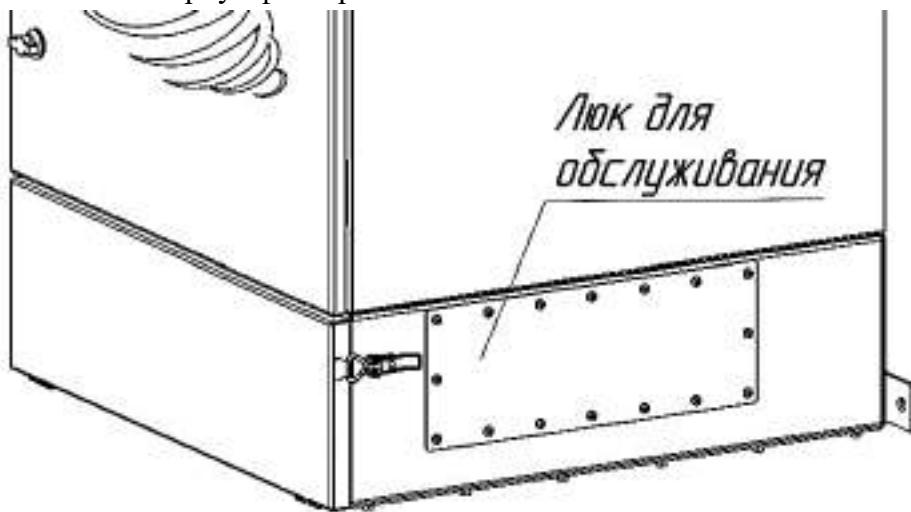

Рисунок 11
- 2) под предохранительный клапан подставить любую ёмкость для сбора жидкости (рисунок 11);
Отсутствует давление в ресивере	Проверить предохранительный клапан (рисунок 11) и герметичность пневмосистемы